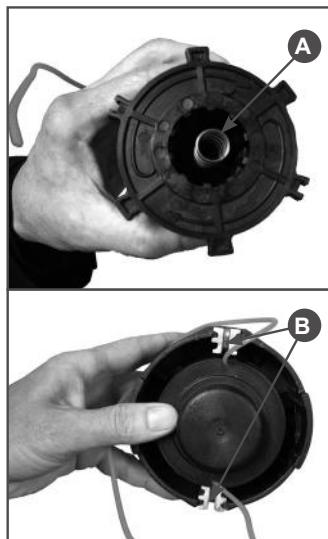

Рис. 19 Установка катушки в корпус
4. Установите в катушку пружину (Рис. 19А). Установите катушку с кордом в корпус и зафиксируйте концы корда в специальных пазах. Концы корда должны находиться против направляющих, установленных в корпусе катушки (Рис. 19В).
правляющих, установленных в корпусе катушки (Рис. 19В).